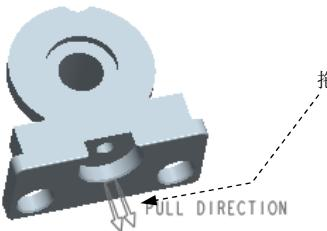

图14.2 调整模具坐标系前
Step4. 在“布局”对话框的 **布局** 区域中单击 **单一** 单选项，在“布局”对话框中单击 **预览** 按钮，结果如图 14.2 所示。
(1) 在“布局”对话框的 **参考模型起点与定向** 区域中单击 **获得坐标系** 按钮，系统弹出“获得坐标系类型”菜单。
(2) 定义坐标系类型。在“获得坐标系类型”菜单中选择 **Dynamic (动态)** 命令，系统弹